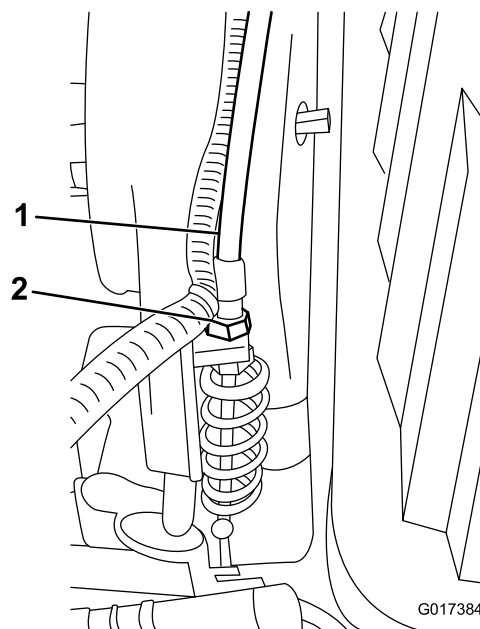

Рисунок 51
3. На переходнике трансмиссии отрегулируйте трос управления барабаном (Рисунок 51) так, чтобы длина пружины составила 70,6 – 72,4 мм.